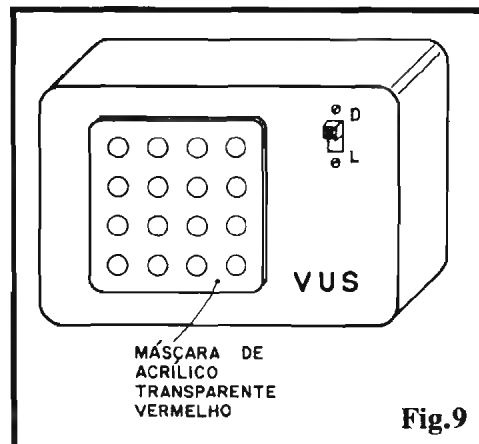
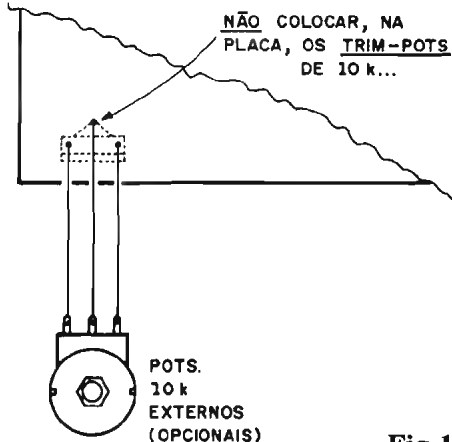

Fig.9
Fig.11
- **FIG. 9 - SUGESTÃO PARA O "ENCAIXAMENTO" FINAL...** - Se o Leitor/Hobbysta optar pela construção "independente" do VUS, a solução de **lay out** final proposta pela figura nos parece a mais conveniente, estética e praticamente falando... Uma "janela" deve ser recortada numa das faces do **container**, em formato quadrado, e dimensões compatíveis com o conjunto de LEDs ("tela" do VUS...). Para boa visualização, recomendamos a inserção de uma máscara externa sobre tal "janela", em acrílico transparente vermelho, de modo que seja promovida uma "filtragem" ótica (assim, apenas a "luz" dos LEDs poderá ser realmente vista, embelezando e tornando o **display** mais profissional...). A caixa, no caso, poderá ainda incorporar um interruptor simples (elettricamente intercalado no ramo **positivo** da alimentação de 12 VCC...) através do qual o VUSCÓPIO possa ser confortavelmente ligado/desligado...
- **FIG. 11 - ANEXAÇÃO (OPCIONAL) DE POTENCIÔMETROS DE CONTROLE DE NÍVEL AO VUS...**
- Para tornar mais confortáveis os eventuais ajustes "finos" ou momentâneos de nível (sensibilidade de Entrada) para o VUS, o Hobbysta poderá optar pela substituição dos originais **trim-pots** de 10K por potenciômetro (de idêntico valor), ligados aos convenientes pontos da placa "A" via pedaços de fio flexível isolado (cabinho de ligação...), conforme ilustra a figura... Nesse caso, certamente, os referidos **trim-pots** devem ser "desprezados" (não precisarão ser adquiridos, nem - obviamente - soldados à placa...). Os dois potenciômetros poderão ter seus eixos/**knobs** presentes no painel frontal final do VUS (rever fig. 9), sob o **display** ou ao lado deste... Com tal disposição, mesmo que o volume final do equipamento de áudio seja sensivelmente modificado, sempre haverá uma possibilidade de re-ajuste fácil na sensibilidade do VUS, capaz de gerar imagens interessantes na sua "tela"... Quanto aos **trim-pots** de pré-ajuste (4K7), como se tratam de configuradores de equilíbrio interno do circuito, na prática não existe a conveniência de substituí-los por potenciômetros de acionamento externo... No entanto, se o Leitor/Hobbysta for do tipo que adora fazer constantes "ajustes finos" no desempenho dos circuitos, nada impede que estes também sejam "trocados" por potenciômetros, ligados à placa nos mesmos moldes indicados na fig. 11...